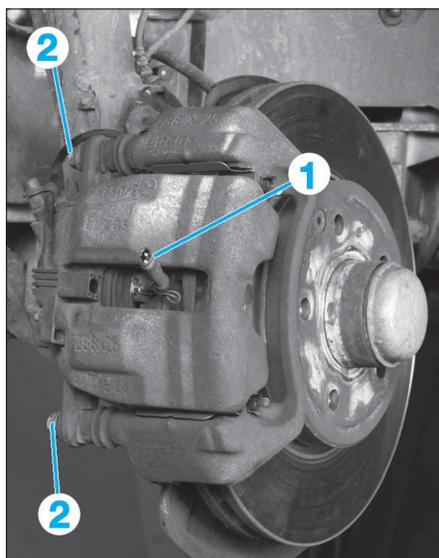

FIG. 1
- Débrancher le connecteur du capteur d'usure (1) (Fig.1).